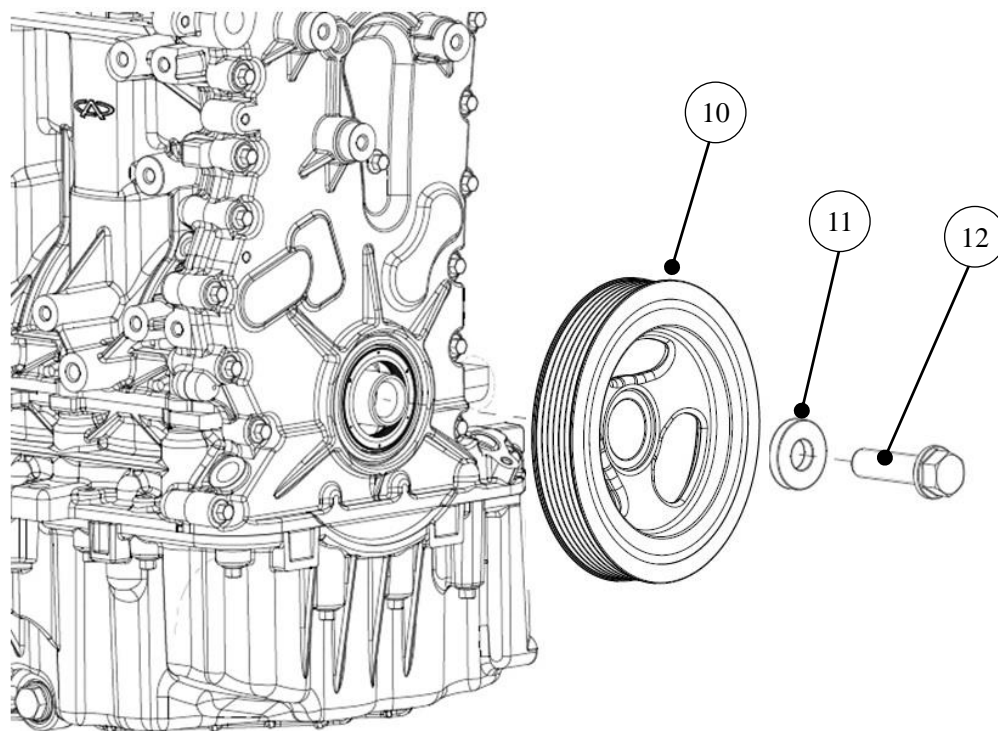

图 C-24 扭转减震器总成的装配
- 1)、将正时罩盖与缸体结合的面朝下，按定位销孔和定位销对齐，放置并贴紧在前油封导向专用工具（参考图 C-24）的平板上；
- 2)、在前油封⑨外圈上均匀涂上发动机润滑油，具体实施工艺需与产品确认；
- 3)、将垫片⑪套在螺栓-扭转减震器⑫上，将螺栓-扭转减震器预拧紧在曲轴前端螺栓孔中，然后拧紧，第一步为先拧 $180 \pm 10 \text{N}\cdot\text{m}$ ，第二步为 $150 \pm 5^\circ$ ，如图 C-24。